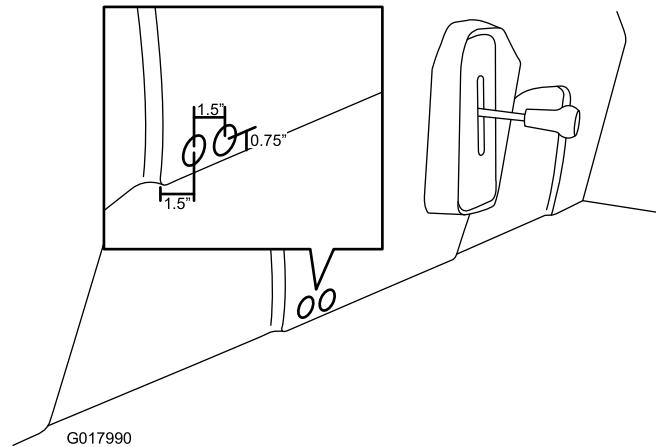

Figura 19
- 1. Marque y perfore 2 taladros en la base del asiento usando una sierra de corona de 2,5 cm (Figura 19). Asegúrese de perforar ambas capas de plástico.